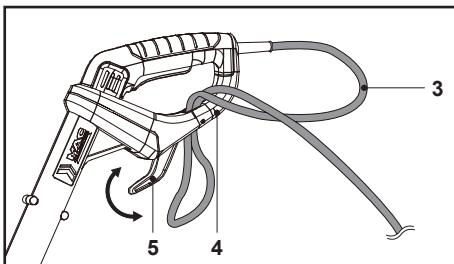

Fig. 2
- Rotește suportul de cablu (rotativ) (5) și asigură-te că vârful său este orientat în față.
- Îndoiește înapoi cablul de alimentare (3) la circa 60 cm de la capăt și introdu bucla în gaura din apărătoarea spate (4). Trece-l peste suportul de cablu (5) și trage-l ușor (3) pentru a te asigura că este bine fixat (fig. 2, 3).